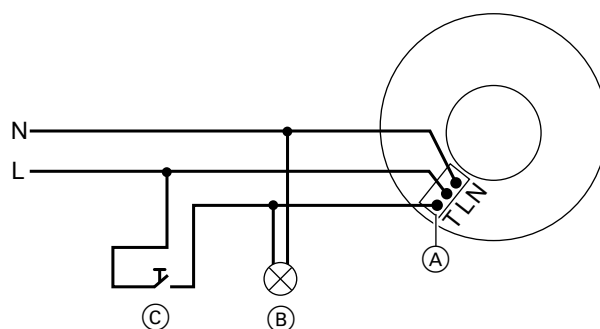

Abb. 36
- Der Abluftventilator schaltet ein, sobald der an der Klemme „T“ angeschlossene Schalter (Taster) oder die Zugschnur betätigt wird: Siehe Abb. 36 auf Seite 25.
- Nach dem Ausschalten über Schalter oder Zugschnur läuft der Abluftventilator für die an der Stellschraube (A) eingestellte Dauer nach.
- Nach dem Ausschalten läuft der Abluftventilator für die an der Stellschraube (A) eingestellte Dauer nach.